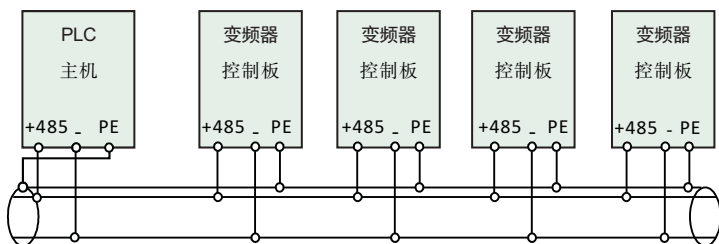
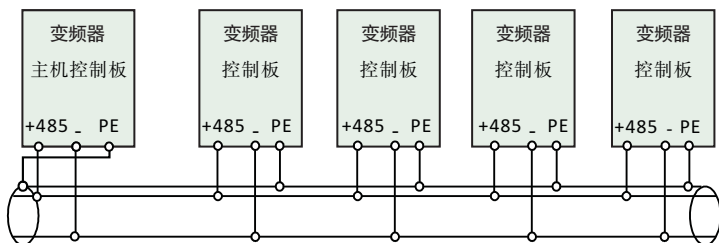

图3-11 PLC与变频器多机通信时的接线图(变频器、电机全部良好接地)
图3-12 变频器多机通信时的接线图(变频器、电机全部良好接地)
- ③ 多台变频器可通过RS485连接在一起，由PLC（或上位机）作主机控制，如图3-11所示，也可以其中一台变频器作主机，其它变频器作从机，如图3-12所示。随着连接台数的增加，通讯系统越容易受到干扰，建议按如下方式接线：